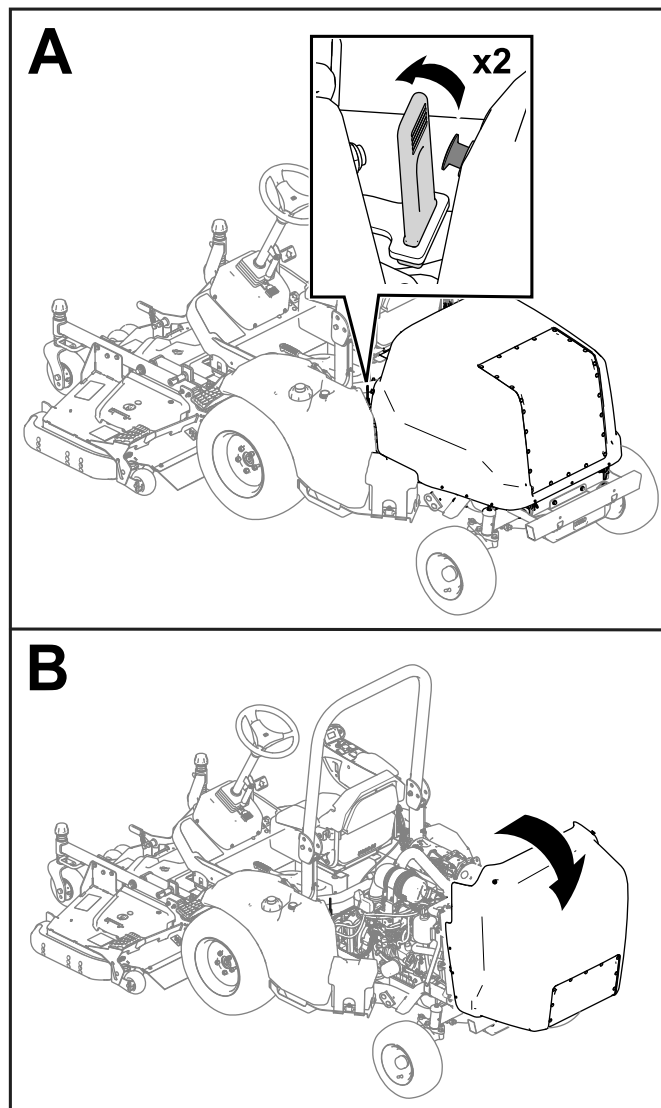

Figura 44
1. Abra los cierres en cada lado de la máquina (Figura 44).
2. Levante el capó (Figura 44).